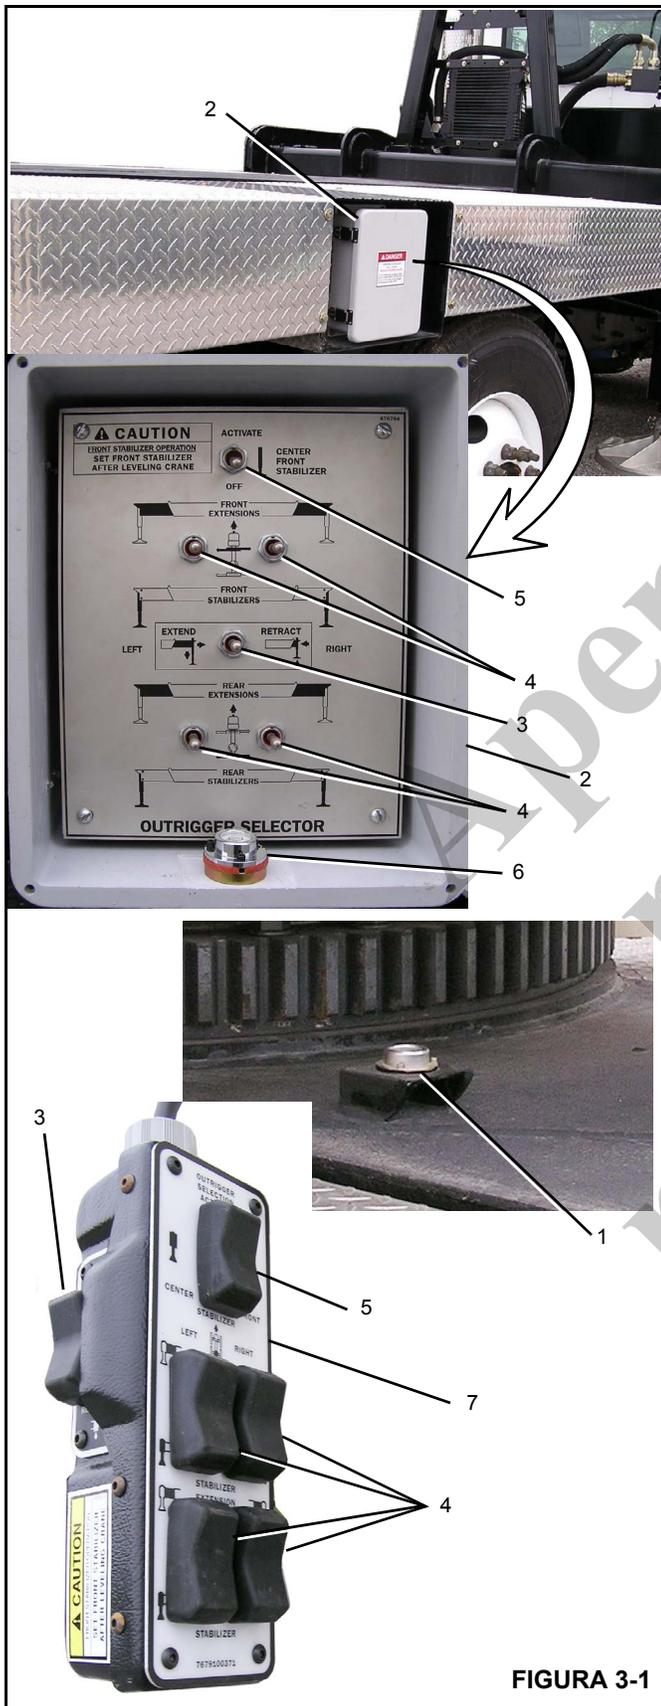

FIGURA 3-1
Os controles dos estabilizadores (Figura 3-1) são operados eletricamente e incluem quatro chaves seletoras dos estabilizadores, uma chave de extensão/retração e uma chave opcional do estabilizador frontal. Um acelerador remoto do motor está localizado sob a porta da cabine do guindaste para controlar a velocidade do motor ao operar os estabilizadores.
O indicador de nível primário está localizado atrás do mancal da torre (1) (Figura 3-1). Os indicadores de nível secundários estão localizados nas caixas de controle dos estabilizadores (6) (Figura 3-1).
As caixas de controle dos estabilizadores (2) estão localizadas na lateral do guindaste (Figura 3-1) e contêm os controles dos estabilizadores.